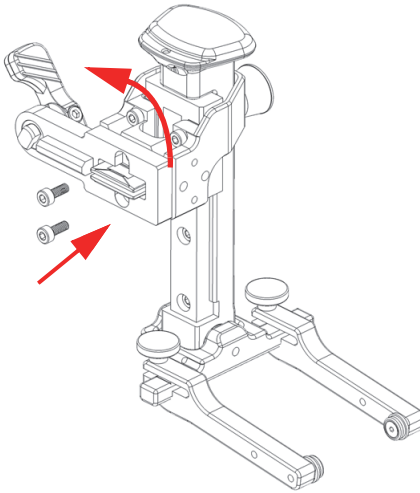

Figura 2-20 Inversione della staffa dei bracci con meccanismo a molla
2. Ruotare la staffa dei bracci con meccanismo a molla a 180 gradi (Figura 2-20 a pagina 57).
3. Riposizionare le due viti (Figura 2-20 a pagina 57).